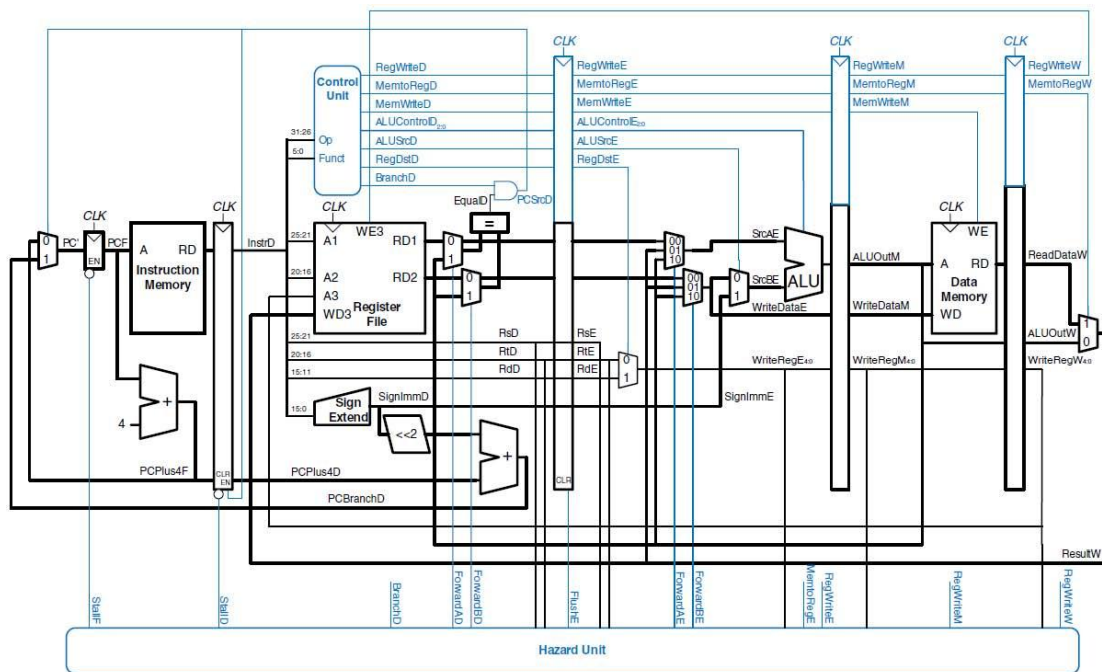

Figure 7.58 Pipelined processor with full hazard handling
4. 流水线顶层架构。如果你才有了集中式控制器，则我们建议参考《数字设计和计算机体系结构》中的图7-58作为流水线的顶层视图。